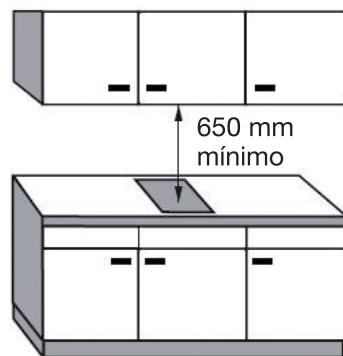

Figura 4
• La distancia de seguridad entre la placa de cocción y la campana de aspiración colocada encima debe respetar las indicaciones del fabricante de la campana. En caso de ausencia de instrucciones, respete una distancia mínima de **650 mm** (ver figura 4).